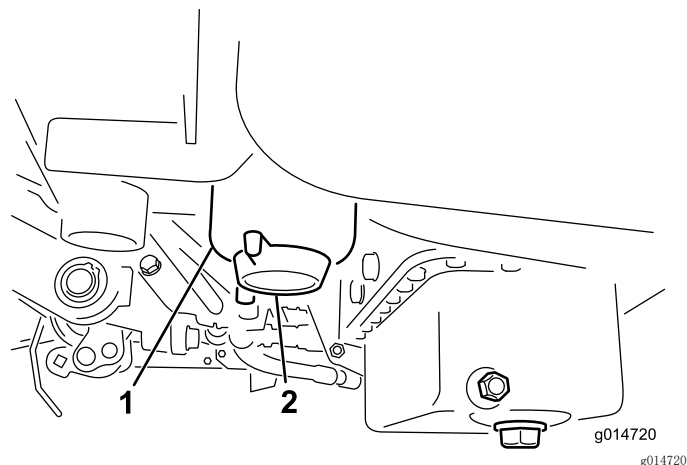

图26
3. 打开燃油滤清器上的排油塞, 大约旋转一周, 排干积水 (图26)。